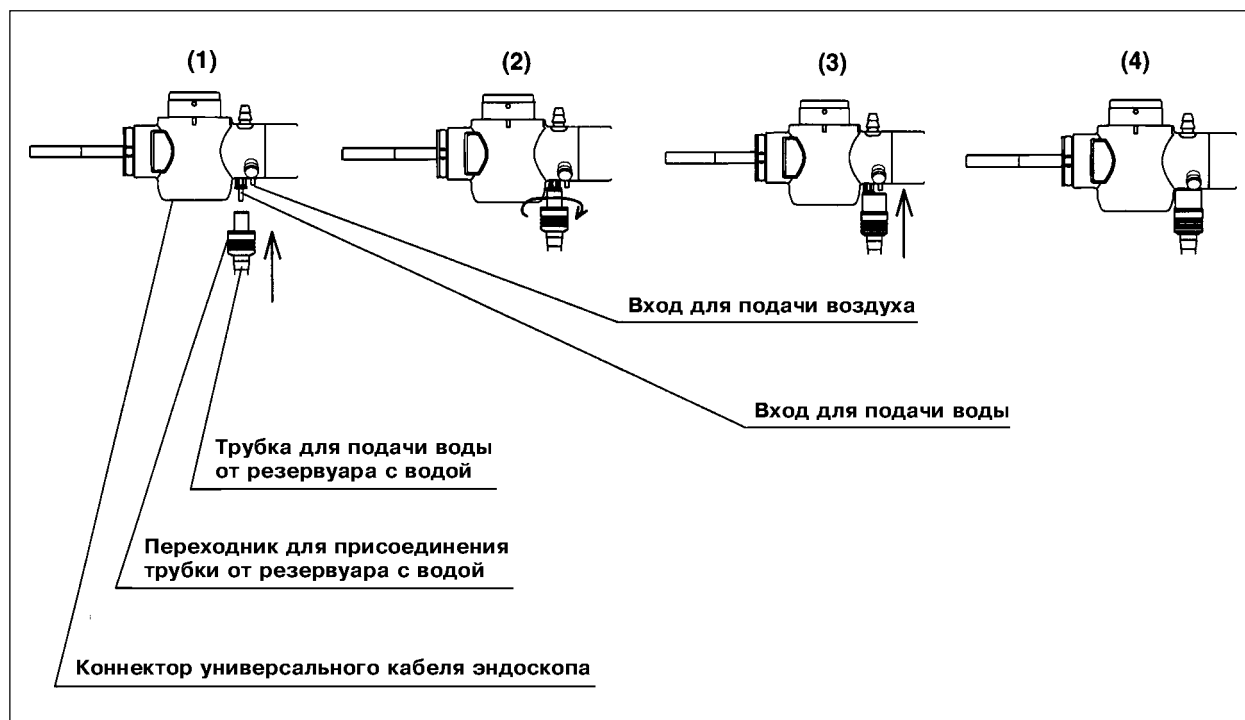

Рис. 3.10.
2. Соедините переходник трубки для подачи воды от резервуара с водой с входом для подачи воздуха и входом для подачи воды на коннекторе универсального кабеля эндоскопа, как показано на рис. 3.10.